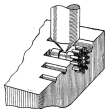

Bild 6
- c) Der Kniff kann auch mit einem Körner, oder noch besser mit einem breiten Meißelpunzen hergestellt werden. Das Rohr wird dazu auf einen Messingamboß gelegt, der mit halb aufgeflehten verschiedenen großen Bohrungen versehen ist (Bild 6), die in der waagerechten Ebene des Ambosses liegen. Der Meißelpunzen liegt auf, wenn die Kniffritze erreicht ist. (Er wird sich sehr wahrscheinlich in das Messing eingraben! D. R.) Durch die Verwendung der nächstkleineren Bohrung kann der Kniff vertieft werden. Durch Drehung um 180° wird ein gleicher Kniff auf der anderen Rohrseite erzielt. (Uns erscheint dieser Amboss gefährlich, weil das sehr dünne Rohr wegen seiner Stundenrad-Laufringe hohl liegt! D. R.)